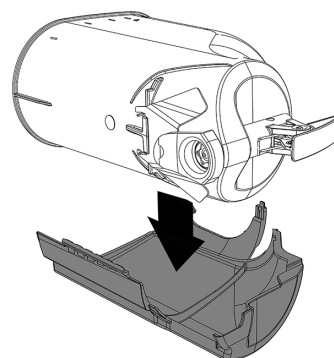
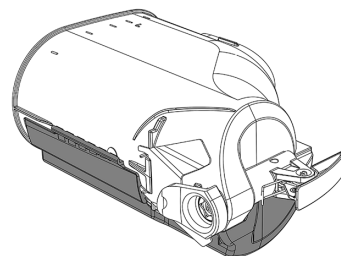

figura 2
figura 3
**1** Adagiare la parte destra del recover su un piano. Posizionare il contenitore al suo interno. (vedere figura 2) (vedere figura 3).